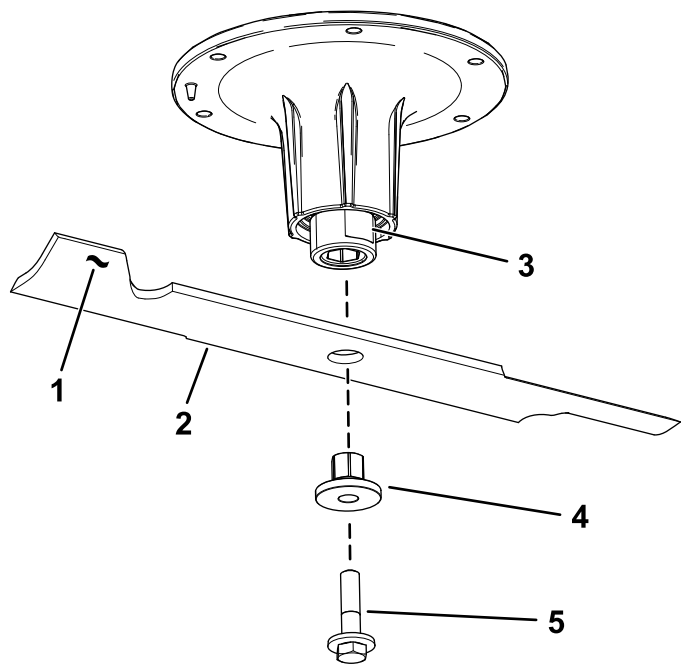

Figura 89
2. Retire el perno de la cuchilla, el buje y la cuchilla del eje (Figura 89).